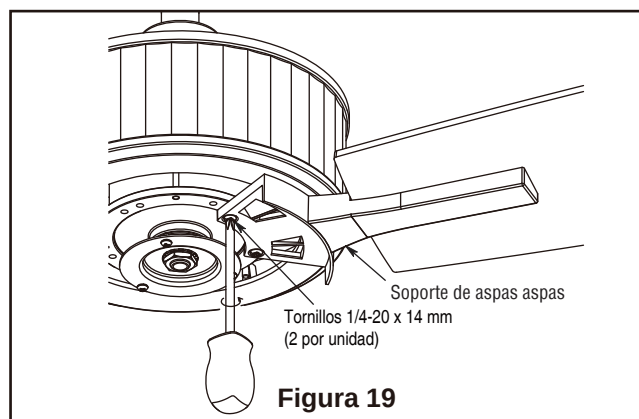

Figura 19
2. Fije los soportes de aspas al soporte del motor mediante los tornillos de 1/4-20 x 14 mm a través de los orificios ubicados al costado del soporte del motor. (Figura 19)